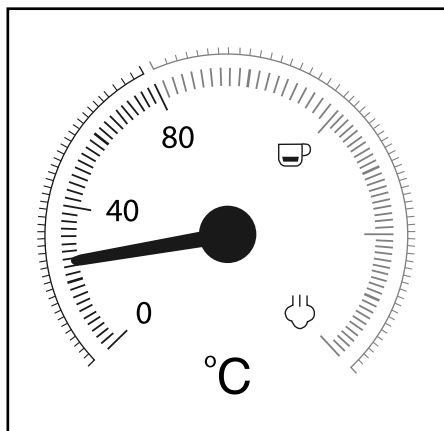

Figura 1
La visualizzazione della temperatura ❷ indica a quale temperatura si è riscaldato l'apparecchio (Figura 1).